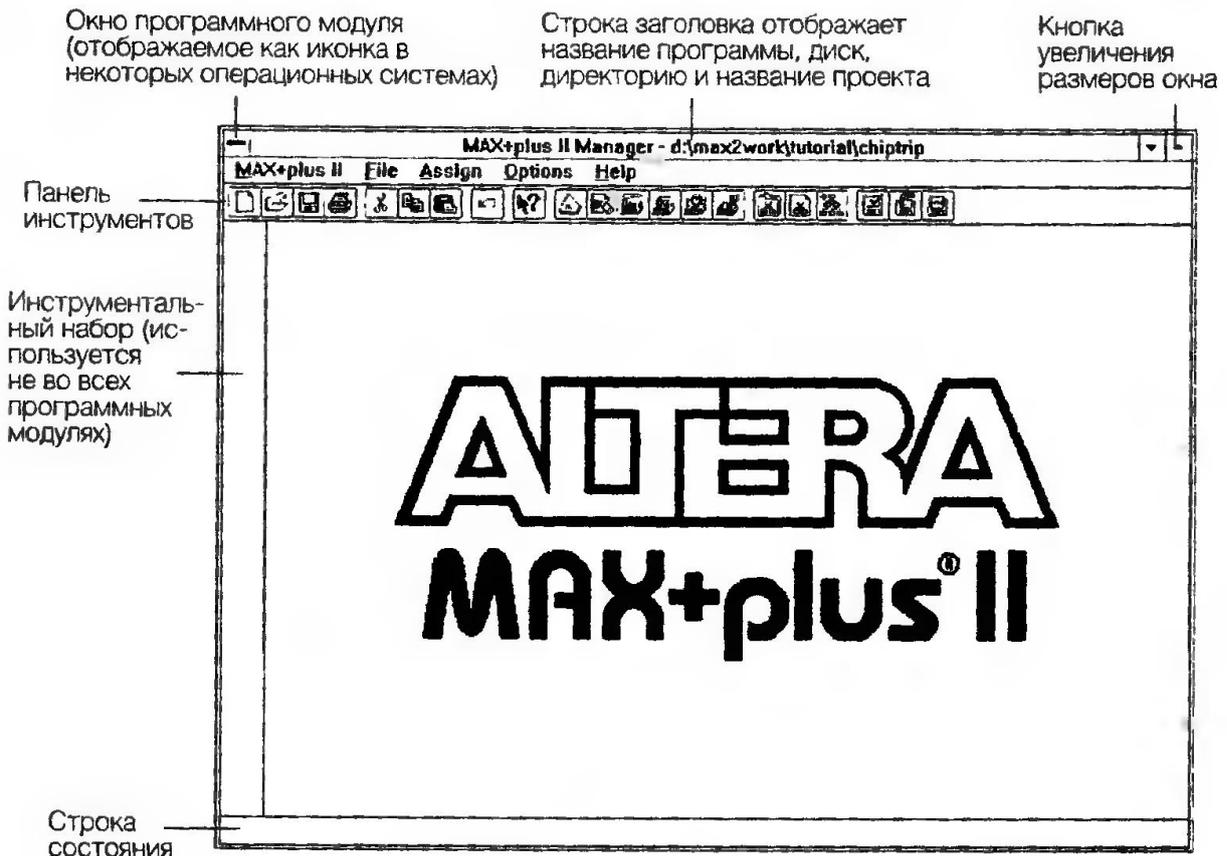

Рис. 2.5
Откроется окно **MAX+plus II Manager** (менеджер MAX+plus II). В строке заголовка отображается название программы (MAX+plus II), название диска и директории (`d:\max2work\tutorial`). Название текущего проекта (`chiptrip`) прибавляется к названиям диска и директории (рис. 2.5).
- Увеличьте размер окна MAX+plus II посредством щелчка кнопки 1 мыши на кнопке **Maximize**, как показано на иллюстрации на рис. 2.5.
Для того, чтобы выйти из MAX+plus II, выберите **Exit MAX+plus II** из меню **File** или дважды щелкните на иконку программного модуля (или квадратик) в левом верхнем углу окна MAX+plus II, как показано на иллюстрации на рис. 2.5.